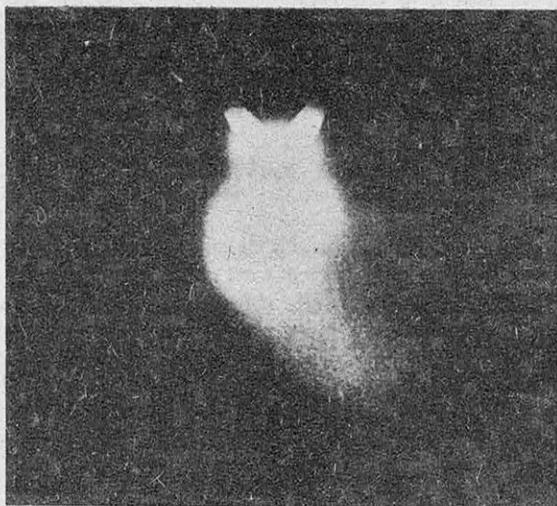

FIG. 12. — FLAMME D'UN CHALUMEAU A HYDROGÈNE ATOMIQUE (LA SOUDURE AUTOGENE FRANÇAISE)
De l'hydrogène est projeté au sein d'un arc (1) éclatant entre deux électrodes de tungstène; il est dissocié et se recombine à la surface des pièces à souder, qu'il porte immédiatement à très haute température. Une fois recombiné, l'hydrogène brûle au-dessus de la soudure et la flamme protège le métal contre l'oxydation (fig. 12). C'est d'ailleurs là un des principaux avantages de ce procédé de soudure : on dispose d'une flamme très réductrice. Ceci est parti-
(1) La tension aux bornes des électrodes est de 300 volts environ à l'allumage et tombe ensuite à 80 volts en fonctionnement. L'intensité, réglée par réactance variable, est de l'ordre de 50 ampères.